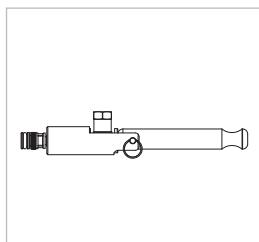

Figure 3
- ▶ Notez que le levier de serrage (pos. 2) est doté par défaut d'un levier court. Cela permet de raccorder facilement des composants difficiles d'accès. Selon le domaine d'application, le connecteur WEH® peut, pour améliorer la facilité d'utilisation et s'il n'y a pas de restriction en termes d'espace, être équipé d'une prolongation du levier. Pour ce faire, se référer au *Chapitre 9.4.5 Montage de la prolongation du levier (pos. 5) pour les tailles 1-3, page 34.*
- Amenez le levier de serrage (pos. 2) en position de sortie droite (*Figure 3*).